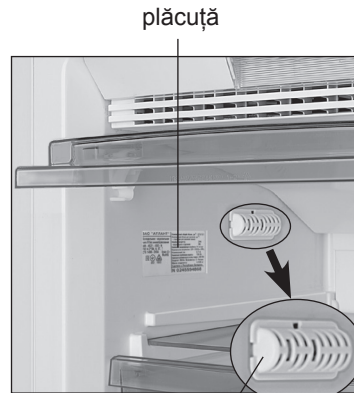

Figura 5
1.7 Congelatorul trebuie să funcționeze într-un interval de temperatură ambientală care corespunde clasei de climă indicată pe plăcuța de identificare (vezi figura 5). Corespondența intervalelor de temperatură cu clasele climatice este prezentată în tabelul 1.
– aproape de senzorul de temperatură, care este situat pe perețele din stânga deasupra raftului de sticlă superior, în conformitate cu figura 5;